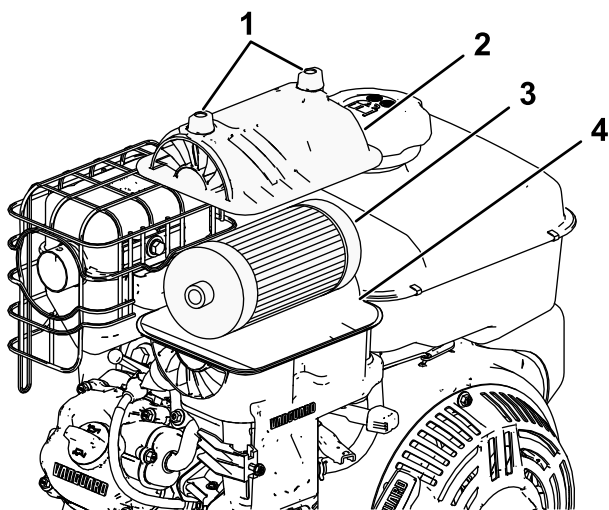

Figura 68
3. Retire la tapa y límpiela a fondo (Figura 68).
3. Instale el filtro de aire en la base del filtro de aire (Figura 68).
1. Retire e inspeccione el elemento de papel del filtro de aire (Figura 68); si el elemento del filtro de aire está excesivamente sucio, cámbielo.